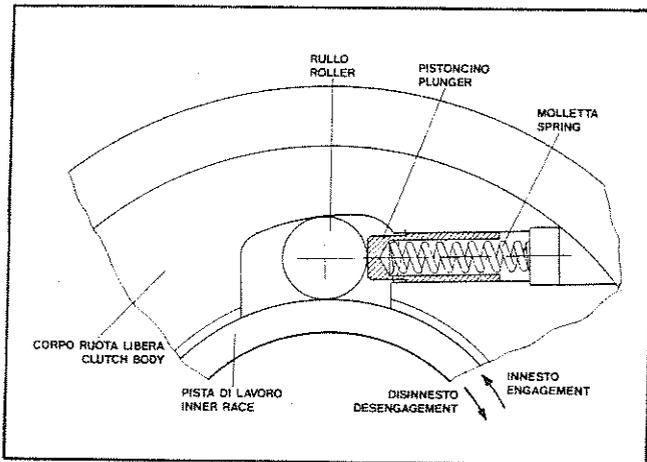
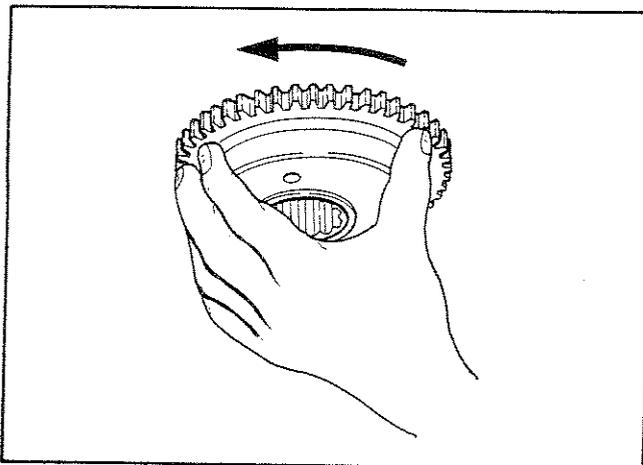

Fig. 101
Fig. 102
- 1) I rulli, i pistoncini e le mollette vanno posizionati (Fig. 101) nella ruota libera servendosi di un piccolo cacciavite. Quando tutti i rulli sono a posto, tenendo il corpo della ruota libera orizzontale, porvi sopra l'ingranaggio con la pista ed infilarlo ruotandolo leggermente per allargare i rulli comprimendo le mollette. La rotazione dell'ingranaggio rispetto alla ruota libera deve avvenire (Fig. 102), guardando da sopra, nel verso delle lancette dell'orologio.
- 1) The rollers, plungers and springs should be inserted (Fig. 101) inside the starting clutch using a small screwdriver. When all the rollers are in place, holding the clutch body horizontally, fit the gear with the inner race, turning it lightly in order to move the rollers and compress the springs.
The gear should be rotated clockwise, looking from above, as in Fig. 102.